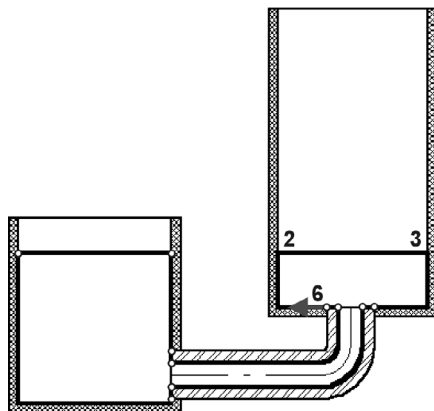

Рис. 34.7. Сформированная граница области штриховки
12. Действуя таким образом, пройдите весь путь, показанный на рис. 34.7 утолщенной линией. Точками отмечены места выбора направления.